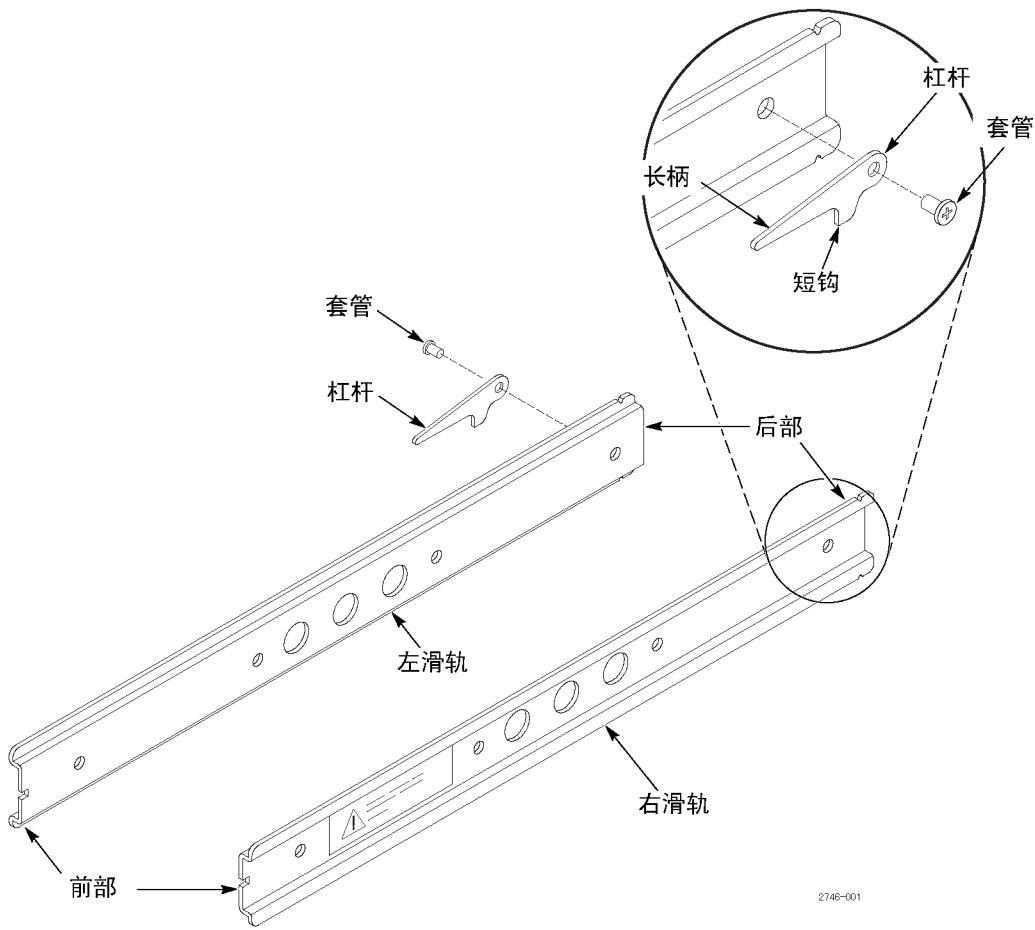
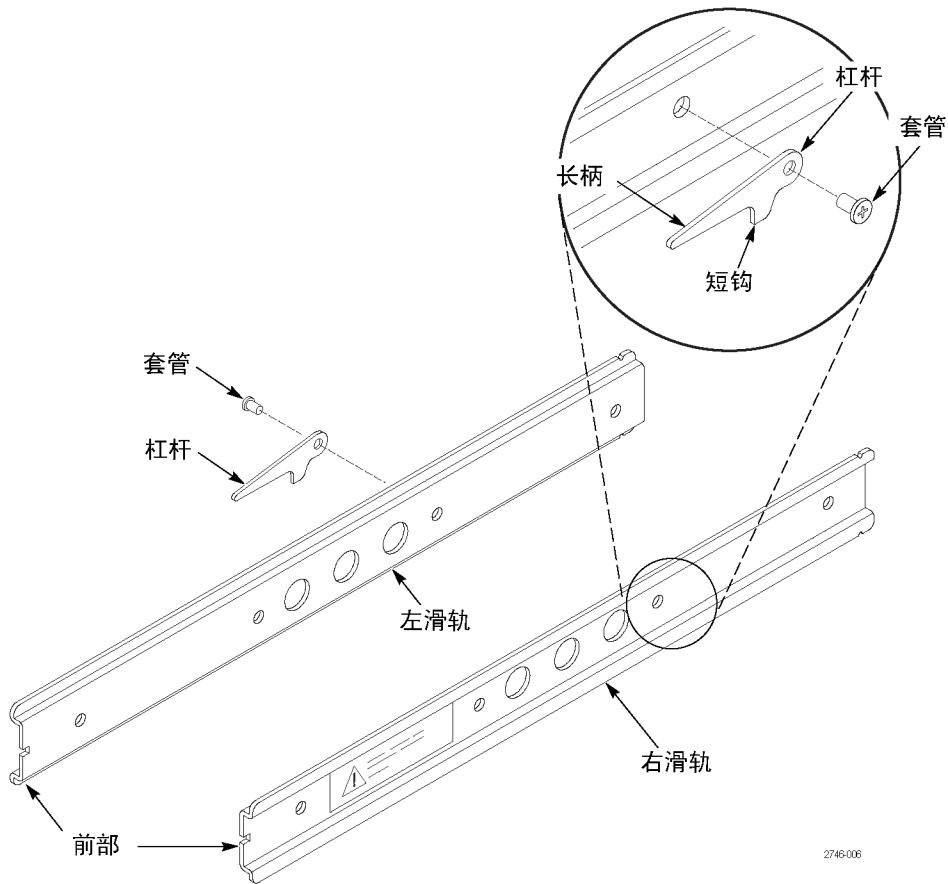

图 3: 连接滑轨杠杆 (除 SPG700、SPG8000 和 SPG8000A 以外的所有仪器)
图 4: 连接滑轨杠杆 (仅限 SPG700、SPG8000 和 SPG8000A)
1. 分清每个滑轨的右后侧和左后侧。警告标签位于每个滑轨的外侧。（见图3）（见图4）
- c. 在剩余安装孔上放置杠杆，使长柄朝向滑轨前端，短钩朝下。（见图3）（见图4）